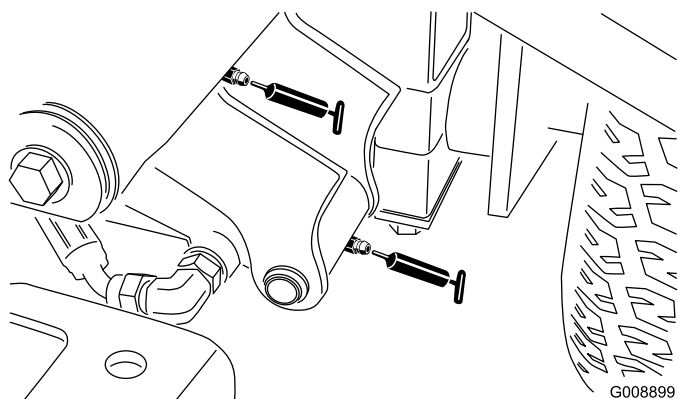

図 35
- ・ 左前昇降アームのピボット昇降シリンダ (2ヶ所) (図 35)